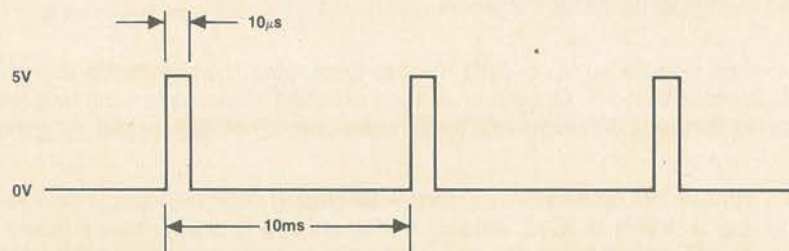

Figura 16-7. Forma d'onda che esce da un generatore di impulsi logici 546A nel caso di un nodo normalmente basso
- Tenete premuto il pulsante del generatore. Verificate come la luce del puntale lampeggi una volta e poi dopo circa un secondo inizi a lampeggiare rapidamente. Il generatore è così «programmato» per emettere impulsi ad una frequenza di 100 Hz e può inviare quindi brevi impulsi, ad elevata energia, ad una frequenza di 100 Hz. Nella Figura 16-7 è riportata questa forma d'onda dal duty-cycle (ciclo di lavoro) basso. Avendo un duty-cycle basso, si può limitare l'energia media inviata ad un IC ad un livello di sicurezza tale da prevenire eventuali danni.